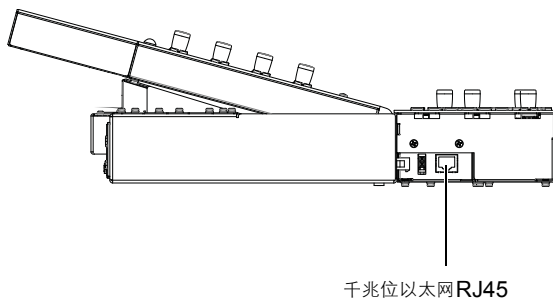

图 34 主控模块侧面板上的以太网端口
- 2 将最长的闲置以太网线连接至模块侧端上的以太网端口（见图 34）：